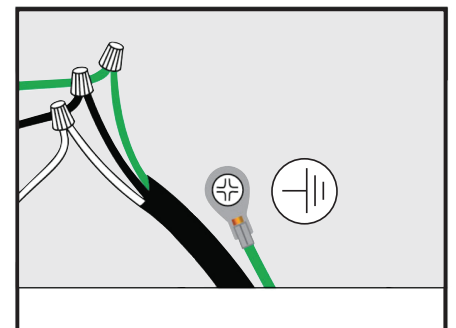

Figure 8
- Branchez le câble au câblage de la hotte. (Voir figure 8)